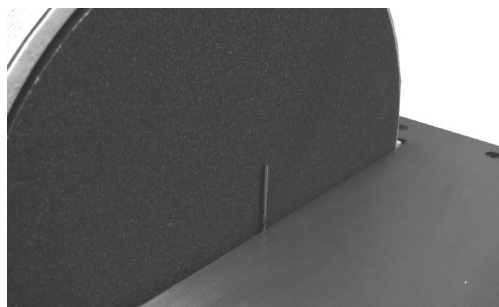

Fig. 05
4. Brug et bor på 1,5 mm som afstandsstykke. Placer boret mellem skiven og den indvendige kant af bordet. Hold bordet mod 1,5 mm boret og stram de fire sekskantmøtrikker. (Se Fig. 05)